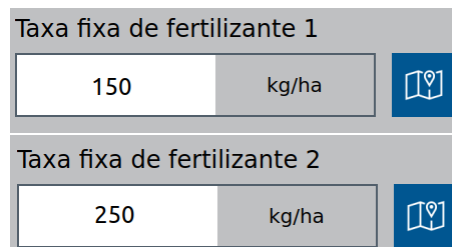

Figura 58 - Taxas de fertilizantes 1 e 2
Nas configurações de trabalho vide item 4, ao ativar a funcionalidade de duplo fertilizante aparecerá a seguinte tela para inputs de taxas manuais e taxas automáticas por meio de mapas de prescrições de fertilizantes para o controle exclusivo de ambas as seções de controle, Figura 58.